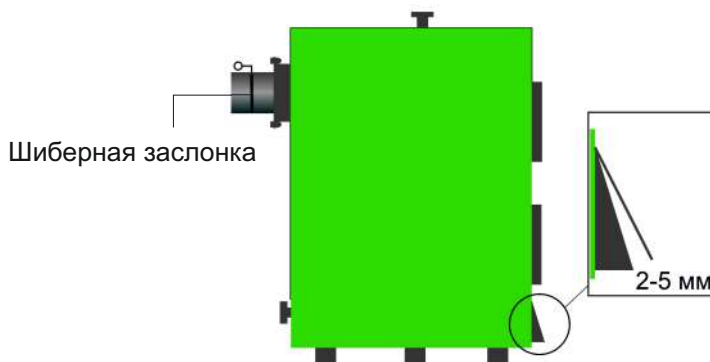

Рисунок 10.
– после того, как воздух в отапливаемом помещении нагреется, прикрыть дверцу регулировки подачи воздуха, оставив воздушный зазор примерно — 2-5 мм (рис. 10), закрыть на половину заслонку в дымоотводящем патрубке (если шибер штормный, то выдвинуть его до риски на шторке). Таким образом будет обеспечена правильная работа Котла и соответственно максимально эффективный, экономичный, комфортный режим работы, не требующий дополнительной регулировки до тех пор, пока в топке не останется топлива менее десятой части от полной загрузки;
– если доложено больше топлива, чем находится в топке, более чем в три раза, то необходимо приоткрыть дверцу регулировки подачи воздуха под 30-45 градусов относительно вертикали (рис. 8) на 5-10 минут, пока не займется дымом, не начнет тлеть вновь заложенное топливо (чем влажнее топливо — тем дольше), после чего необходимо вернуть дверцу регулировки подачи воздуха в положение 2-5 мм зазора (рис. 10);